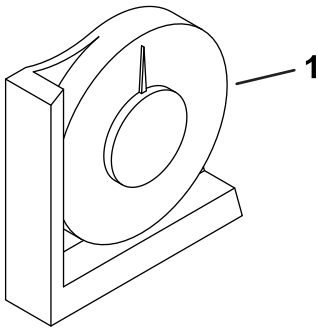

Figura 5
2. Compruebe la nivelación de la máquina colocando el inclinómetro de mano (suministrado con la máquina) sobre el travesaño del bastidor, junto al depósito de combustible (Figura 5).